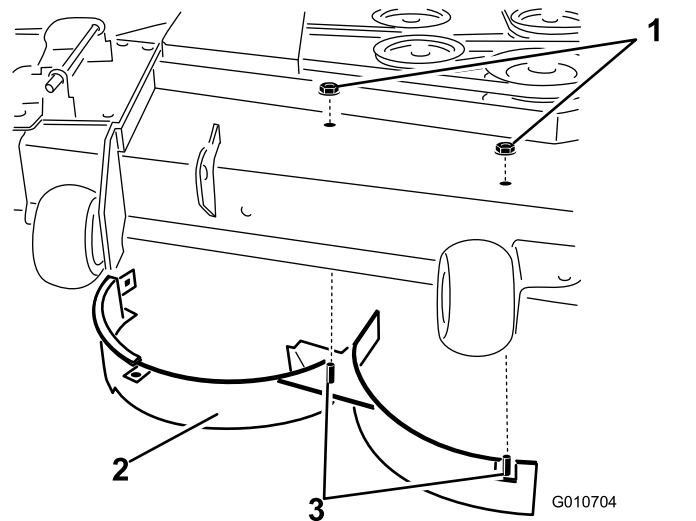

Figura 32
8. Retire las 2 contratuercas (5/16") que sujetan las clavijas soldadas del deflector derecho a la parte superior de la carcasa del cortacésped en las posiciones centro y centro derecha (Figura 32).